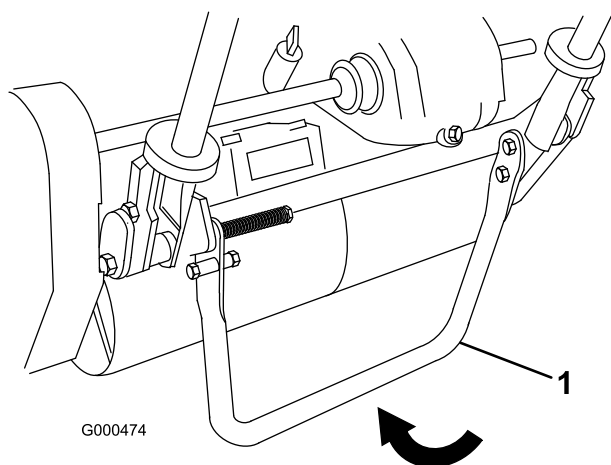

Figura 18
1. Con il piede, abbassate il cavalletto, quindi alzate il sostegno della stegola finché il cavalletto non gira in avanti, sopra il centro (Figura 18).